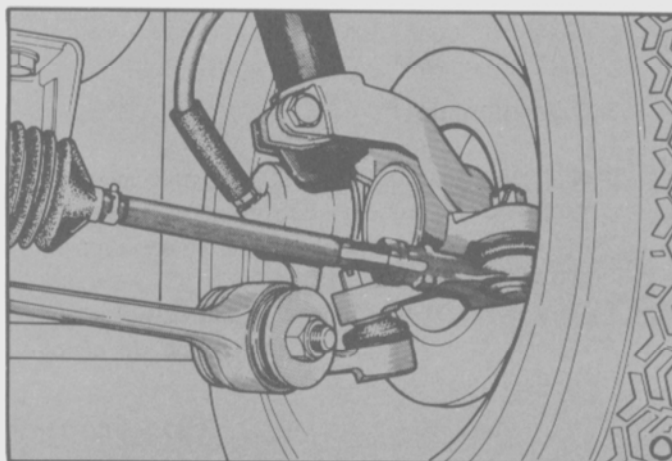

Fig. 35 - Líneas de referencia de los extremos de las barras de acoplamiento y de las barras mismas.
- Marcar la posición relativa de los extremos de las barras de acoplamiento (Fig. 35).